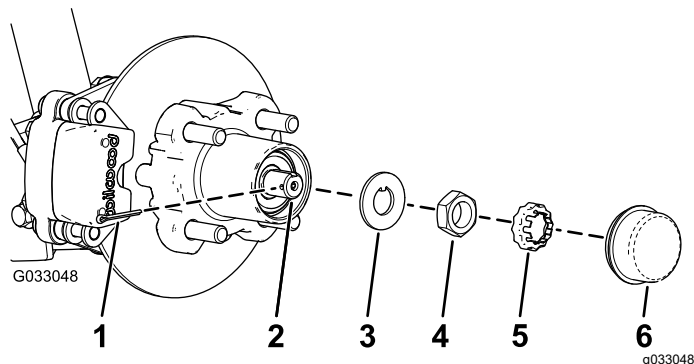
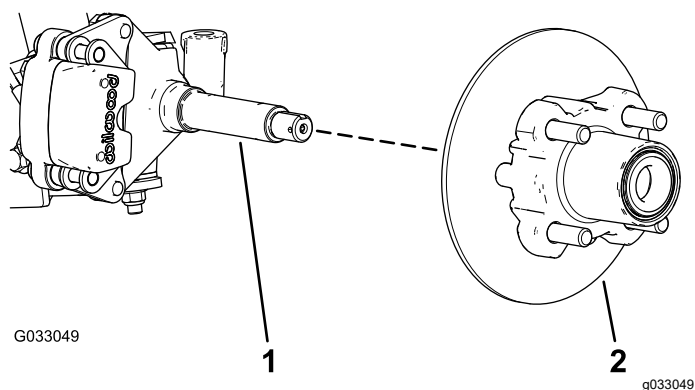

図 25
図 26
4. ハブからダストキャップを取る 図 25。
5. スピンドルとスピンドルナットから、コッターピンとナットリテーナを外す 図 25。
6. スピンドルからスピンドルナットを外し、スピンドルからハブローラアセンブリを取り出す 図 25 と 図 26。